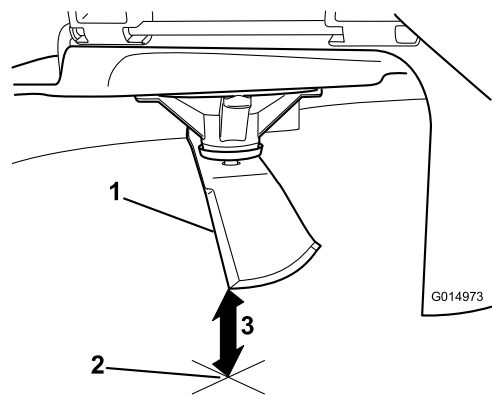

Figure 56
3. Mesurez la distance entre la pointe de la lame et la surface plane (Figure 56).